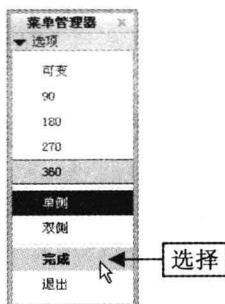

图 8-119 选择“完成”选项
Step 03 弹出“选项”菜单管理器，选择“360”选项和“完成”选项，如图 8-119 所示，弹出“设置草绘平面”和“设置平面”菜单管理器。